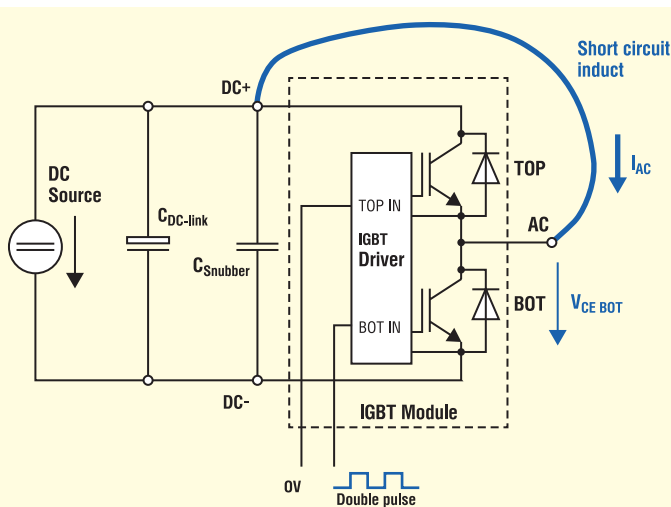
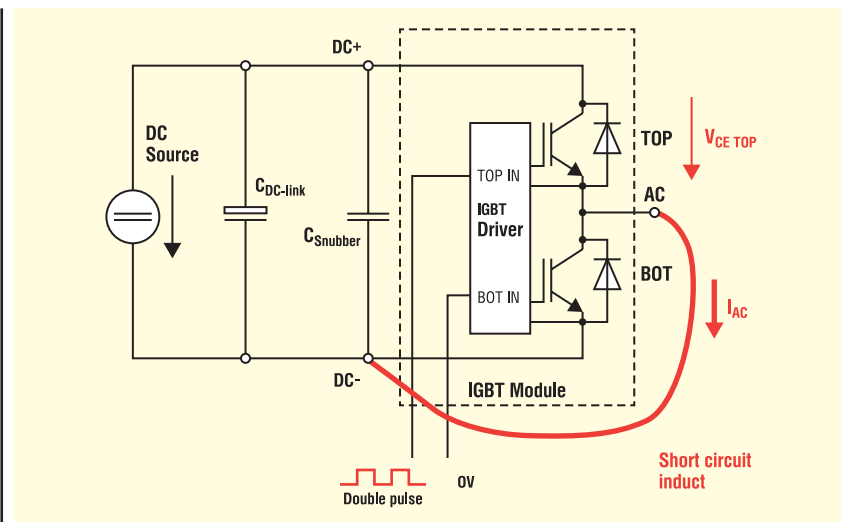

Рис. 5. Вимірювання напруги V_{CEpeak} на нижньому IGBT; верхній ключ закорочений кабелем або дроселем; подвійний імпульс подають на нижній IGBT
Рис. 6. Вимірювання напруги V_{CEpeak} на верхньому IGBT; нижній ключ закорочений кабелем або дроселем; подвійний імпульс, подають на верхній IGBT
- Режим K3 реалізують за допомогою перемички з товстого кабелю від позитивного полюса постійного струму до виводу змінного струму (для вимірювання на нижньому IGBT, рис. 5)), або від негативного полюса постійного струму до виводу змінного струму (для вимірювання на верхньому IGBT, рис. 6). Ін-